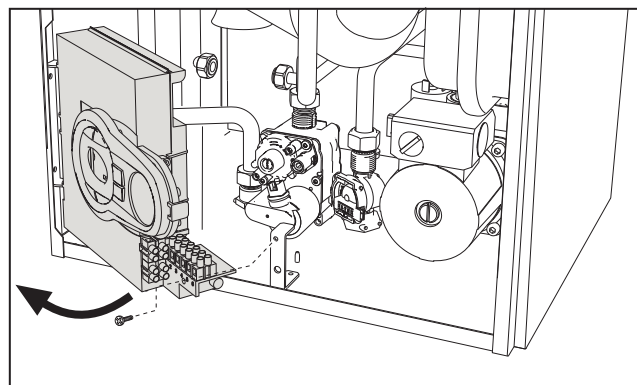

fig. 21
- Desenrosque el tornillo y gire el panel de mandos (fig. 21).